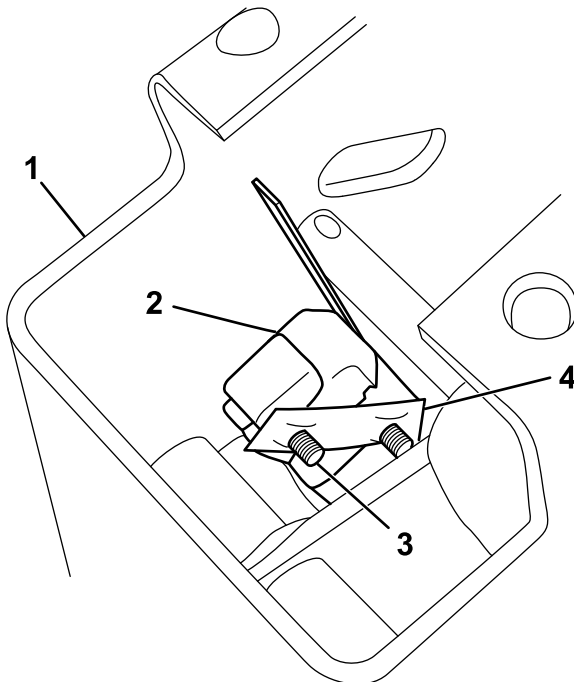

Figura 2
4. Monte el interruptor en el lado derecho del conjunto de cambio de marchas usando 2 tornillos (Nº 4 x 3/4 pulgada) y la tuerca rápida (Figura 2).